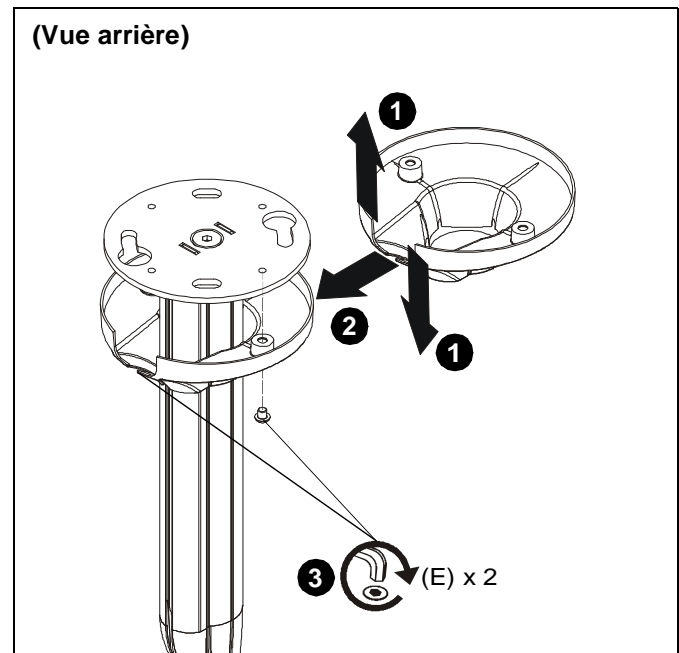

Figure 9
1. Placez le couvercle de la plaque pour plafond (B) de sorte qu'il soit possible de l'enrouler autour de la colonne d'extension. (Voir la Figure 9)
2. Enroulez le couvercle de la plaque pour plafond (B) autour de la colonne d'extension. (Voir la Figure 9)
3. Utilisez les vis à tête ronde (E) de M6 x 6 mm pour fixer le couvercle de la plaque pour plafond (B) à la plaque (A) du CPA116. (Voir la Figure 9)